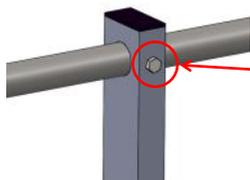

fig. 13
- Inserire i tubolari \varnothing 32 mm attraverso gli appositi fori ricavati sui montanti; **I tubolari che formano il corrimano ed il corrente intermedio devono essere innestati tra di loro per tutta la lunghezza della conificazione! Inoltre devono essere fissati tra loro da viti autoforanti.** (figg. 11 e 12). Una volta nella corretta posizione bloccarli al montante mediante le appositi viti M8x13 (fig. 13)